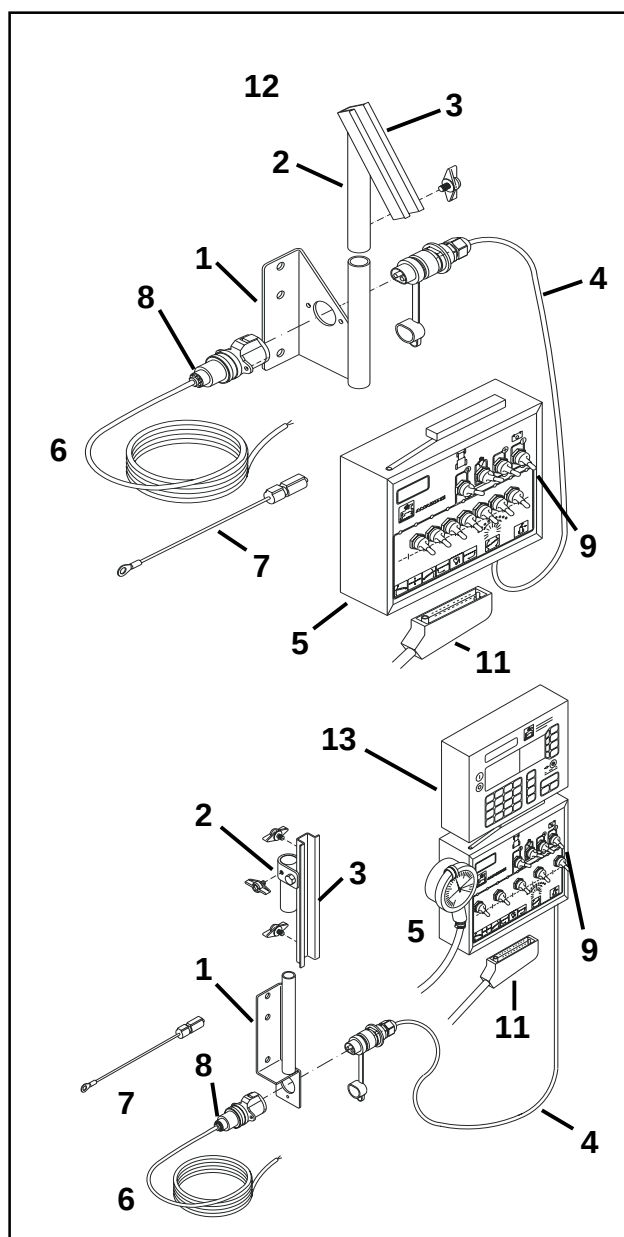

Fig. 4.1
- Den 3-polede stikdåse (Fig. 4.1/ 8) fastgøres direkte til grundkonsollet (Fig. 4.1/ 1).